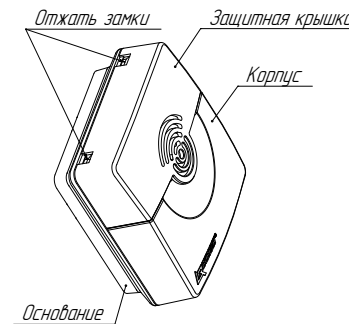

Рисунок 4
- отжать замки и отсоединить корпус вместе с защитной крышкой от основания (рисунок 4);